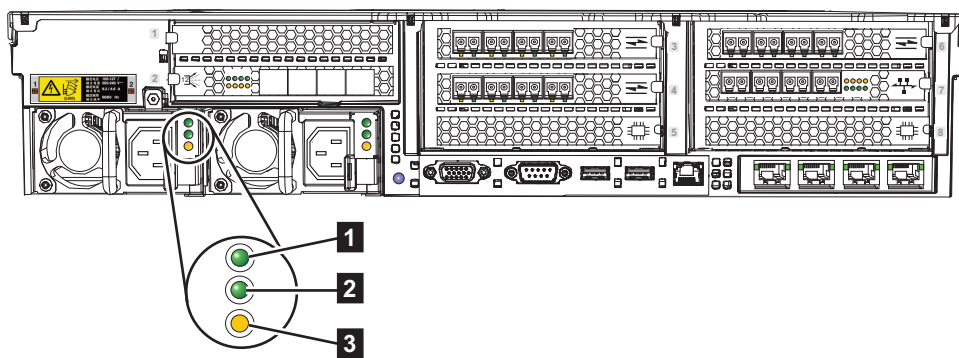

図 201. 2145-SV1 AC LED、DC LED、および電源エラー LED
5. AC 電源 LED (**1**) および DC 電源 LED (**2**) が点灯していることを確認します。各電源機構には、図 201 に示すような 1 組のインディケーター LED が装備されています。この例では、図は電源機構 1 の LED 表示ライトを示しています。